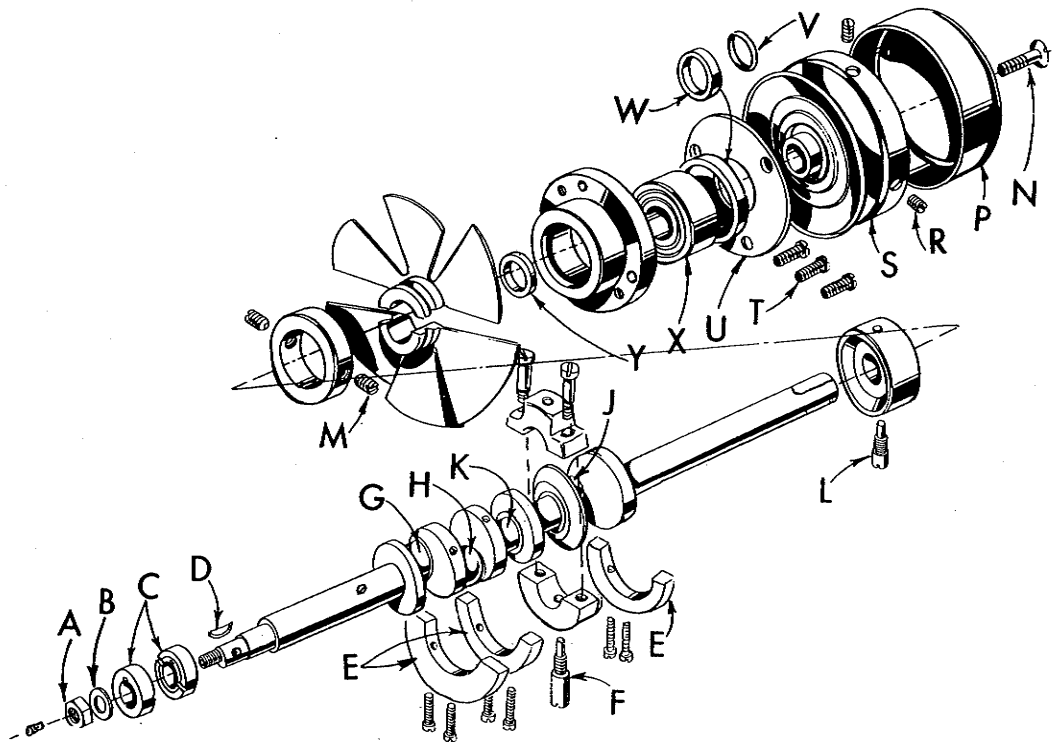

Fig. 13
3. Remove feed eccentric nut (A, Fig. 13) and washer (B), and, with the aid of the eccentric extractor, slip off the eccentrics (C).
4. Remove key (D).
5. Remove the three counterweights (E). Identify these counterweights so that they will be re-assembled in the proper places.
6. Remove screw (F) which holds crankshaft split bearing. This screw is accessible through bottom of bed casting.
3. Entfernen Sie die Mutter (A, Fig. 13), sowie die Unterslagscheibe (B) und ziehen Sie die Exzenter (C) mit Hilfe des Exzenter-Abstreifhakens von der Achse ab.
4. Entfernen Sie den Keil (D).
5. Entfernen Sie die drei Gegengewichte (E). Diese müssen aber genau gekennzeichnet werden, damit sie beim Wiedereinbau unbedingt an den richtigen Platz kommen.
6. Entfernen Sie die Schraube (F), mit der das geteilte Kurbelwellenlager gehalten wird. Sie ist durch den Gehäuseboden hindurch erreichbar.
8. Remove screw (L, Fig. 13) which holds inner right crankshaft bearing. This screw is accessible through bottom of bed casting.
9. Loosen two screws (M) in fan collar; remove both halves of cooling fan.
10. Remove screw (N); take off pulley cap (P).
11. Loosen two screws (R); remove pulley (S).
12. Remove three screws (T); take off bearing retaining plate (U); also, spacer collars (V) and (W) may be removed at this time.
14. If necessary to replace ball bearing (X), it can be pressed off shaft on an arbor press. In replacing bearing it must be pressed on carefully until it seats against ground thrust washer (Y).
8. Entfernen Sie die Schraube (L, Fig. 13), mit der das rechte innere Kurbelwellenlager befestigt ist und die ebenfalls durch den Gehäuseboden zugänglich ist.
9. Lösen Sie die beiden Schrauben (M) im Ventilator-Stellung und entfernen Sie die beiden Hälften des Ventilator-Flügels.
10. Entfernen Sie die Schraube (N); nehmen Sie den Handraddeckel (P) ab.
11. Lösen Sie die beiden Schrauben (R); entfernen Sie das Handrad (S).
12. Jetzt müssen die drei Schrauben (T) entfernt werden. Nehmen Sie dann den Kugellagerdeckel (U) ab und ausserdem die Distanzringe (V) und (W).
14. Falls es sich als notwendig erweist, das Kugellager (X) auszuwechseln, so sollte dieses mit Hilfe einer Spindelpresse oder einer Kugellagerabzieh-Vorrichtung aus dem Kugellagerflansch herausgezogen werden, um eine Beschädigung des letzteren zu vermeiden. Das neue Kugellager ist sorgfältig hineinzupressen, bis es einwandfrei sitzt.